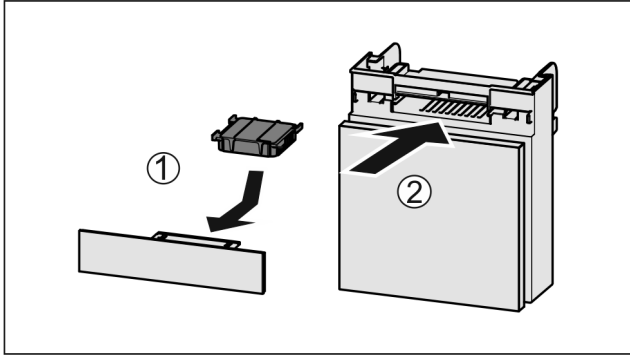

Fig. 149
- ▶ Wkładać Fig. 149 (1) filtr z węglem aktywowanym zgodnie z ilustracją.
- ▶ Wsunąć komorę Fig. 149 (2).